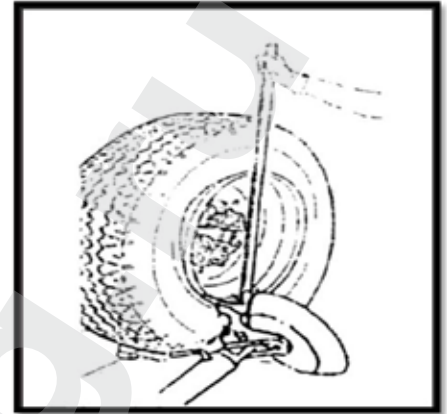

Рис. 10
- (1) Установите инструментальную консоль (9) в нерабочее положение. Переведите ее к внешней плоскости колеса и убедитесь в правильном положении монтажного пальца. В противном случае нажмите на стопор (14), поверните инструмент на 180°, опустите его и зацепите за консоль.
- (2) Отрегулируйте взаимное положение монтажного пальца (13) и шины, установите монтажный палец (13) между шиной и ободом. Вставьте монтажный палец (13) под борт шины и зацепите борт.
- (3) Опустите борт, чтобы избежать его соскальзывания с инструмента.
- (4) Переведите монтажный палец к внешнему краю обода.
- (5) Установите монтировку под монтажный палец между краем шины и бортом.
- (6) Нажмите на монтировку и, удерживая ее нажатой, опустите колесо до тех пор, пока край обода не окажется на расстоянии 5 мм от монтажного пальца (рис. 10).